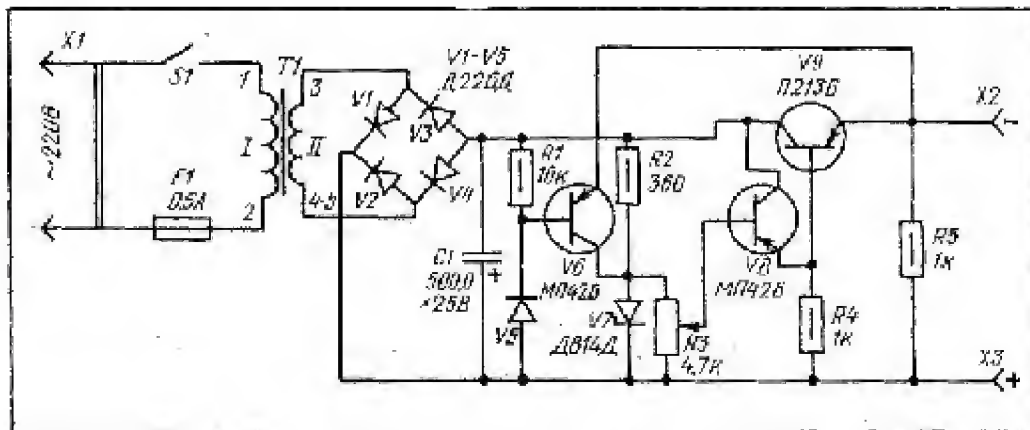

Рис. 123. Схема блока питания
Схема блока питания приведена на рис. 123. Сетевое напряжение подается через вилку  $X1$ , предохранитель  $F1$  и выключатель  $S1$  на первичную обмотку трансформатора  $T1$ . Это понижающий трансформатор, поэтому напряжение на его вторичной обмотке (II) значительно меньше сетевого. Переменное напряжение со вторичной обмотки поступает на выпрямитель, собранный на диодах  $V1$  —  $V4$ . На выходе выпрямителя будет уже постоянное напряжение, оно сглаживается конденсатором  $C1$  сравнительно большой емкости — 500 мкФ.